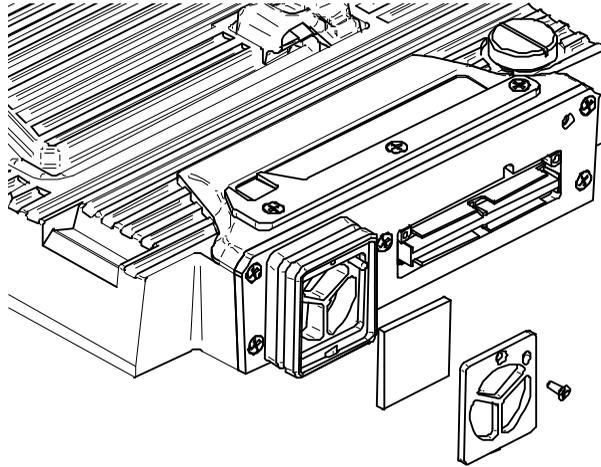

Figura B-3 Rejilla y filtro del modelo OMNI-M-PA32*mm*
1. En la rejilla del ventilador, retire los tornillos que aseguran la rejilla del módulo (vea la Figura B-3 en la página 150).